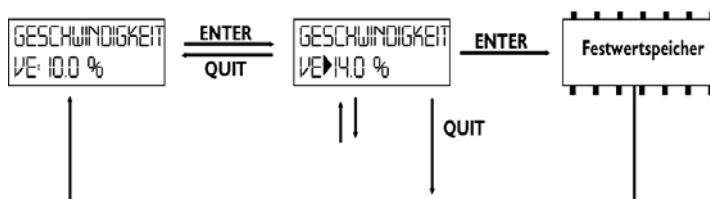

Bild 5.2
In unserem Beispiel in Bild 5.2 wurde das Hauptmenü [GESCHWINDIGKEIT] ausgewählt.
-  Blättern Sie dazu in das Untermenü, [GESCHWINDIGKEIT V_1]. Es wird der aktuelle Wert für V_1 angezeigt (s. Bild 5.2).